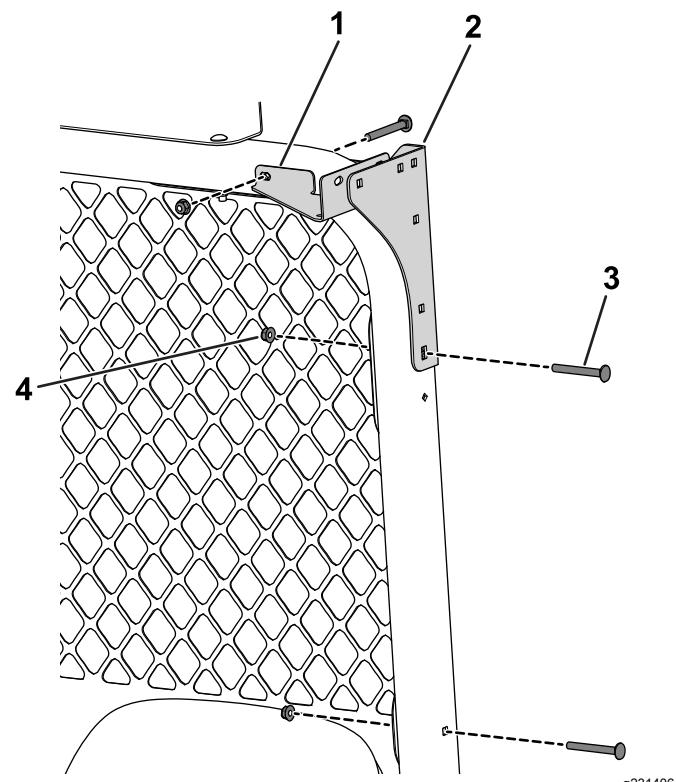

Figura 34
6. Utilizzate 4 bulloni a testa tonda (5/16" x 2 3/4") e 4 dadi (5/16") per fissare le staffe di montaggio posteriori e i rinforzi degli angoli posteriori sul roll bar (Figura 34).
- Utilizzate 2 bulloni a testa tonda (5/16" x 2 $\frac{3}{4}$ ") e 2 dadi (5/16") per fissare la griglia posteriore sul roll bar (Figura 34).